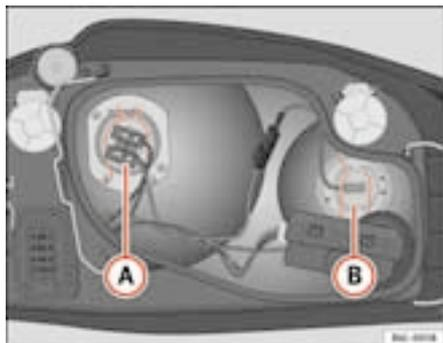

Fig. 148 Lâmpada da luz de máximos
- Retira a ficha do cabo da lâmpada ① ⇒ fig. 148.